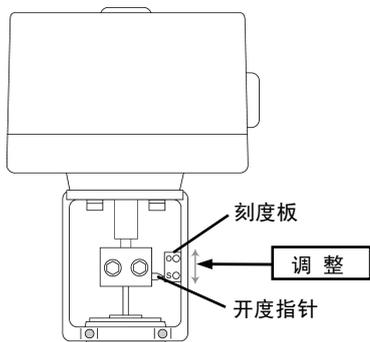

图 7
- (5) 调整刻度板的位置，使开度指针对准刻度板的S。请松开将刻度板固定在连接支架上的螺丝，并移动刻度板。(参照图7)